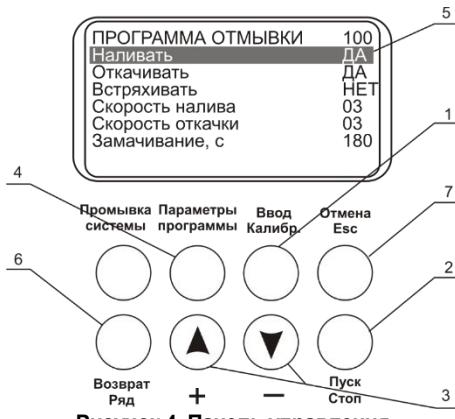

Рисунок 4. Панель управления
- 5.5. Кнопками + и - (рис. 4/3) выберите номер программы промывки, от 00 до 100, и нажмите кнопку **Ввод/Калибр.** (рис. 4/4).
- 5.6. Чтобы просмотреть и изменить параметры программы, нажмите кнопку **Параметры программы** (рис. 4/4). Активируется 1-й параметр программы (Наливать – да/нет, рис. 4/5).
- 5.8. При нажатии кнопки **Возврат/ряд** (рис. 4/6) производится возврат на предыдущий параметр программы.
- 5.10. Чтобы выйти из режима просмотра и изменения параметров, не сохраняя программу, нажмите кнопку **Отмена/Esc** (рис. 4/7).
- 5.11. Запустите программу нажатием кнопки **Пуск/Стоп** (рис. 4/2).